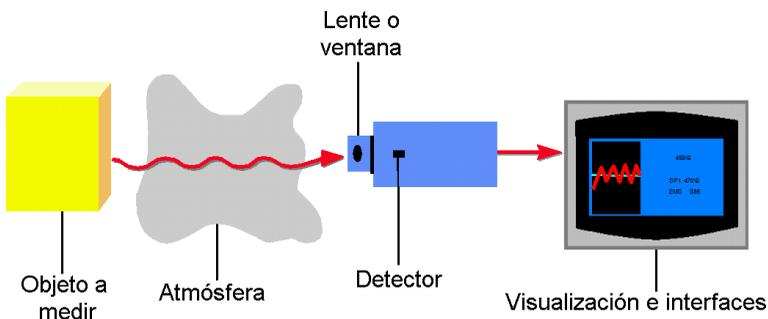
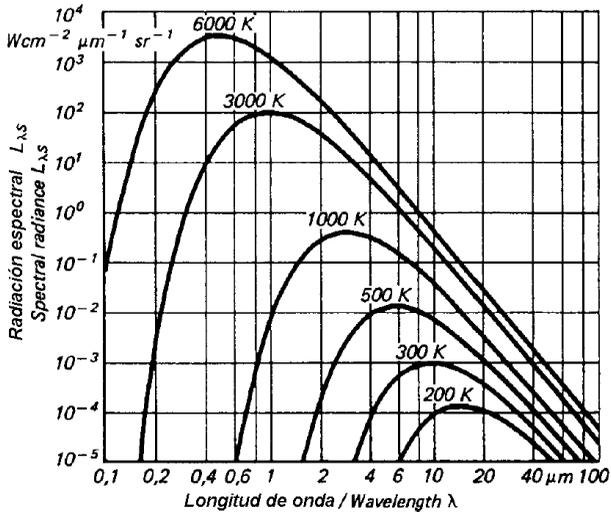

Fig. 1 Sistema de medición infrarrojo
Fig. 3 Característica de radiación de emisor negro en función de la temperatura según /3/.
Se puede comparar un termómetro infrarrojo con el ojo humano. La lente del ojo representa la lente a través de la cual la radiación (flujo de fotones) llega desde el objeto hasta la capa fotosensible (retina), a través de la atmósfera. Ahí se convierte en una señal que se envía al cerebro. La Fig. 1 muestra un sistema de medición infrarrojo.
La Fig. 3 muestra las condiciones típicas de radiación de un cuerpo a diferentes temperaturas. Como se puede ver, los cuerpos emiten todavía una pequeña parte de radiación visible. Esta es también la razón por la que podemos ver los objetos muy calientes (temperaturas superiores a 600 $^{\circ}\text{C}$) de color rojo a blanco incandescente. Los trabajadores metalúrgicos experimentados saben estimar con bastante precisión la temperatura a partir del color. A partir de 1930 se empezó a utilizar en la industria del acero y del hierro el clásico pirómetro de desaparición de filamento. Sin embargo, la parte invisible del espectro contiene hasta 100.000 veces más energía. Principio en el que se basa la tecnología de
medición infrarroja. La Fig. 3 muestra que, a medida que aumenta la temperatura del objeto, el punto máximo de radiación se desplaza hacia unas longitudes de onda cada vez más cortas, y que las curvas de un cuerpo no se solapan a diferentes temperaturas. La energía de radiación aumenta en toda la zona de longitud de onda (superficie debajo de cada curva) hasta la cuarta potencia de la temperatura. STEFAN y BOLTZMANN descubrieron estas relaciones en 1879, que permiten una determinación clara de la temperatura a partir de la señal de radiación, véase /1/, /3/, /4/ y /5/.
Cuando se observa la Fig. 3, el objetivo debería consistir en configurar el termómetro infrarrojo para una banda lo más ancha posible, a fin de obtener un máximo de energía (corresponde a la superficie por debajo de la curva) o señal del objeto a medir. Sin embargo, hay ciertos casos en que esto no siempre es una ventaja. En la Fig. 3 por ejemplo, aumenta la intensidad de radiación a $2 \mu\text{m}$, mucho más, cuando aumenta la temperatura, que a $10 \mu\text{m}$. Cuanto mayor es la diferencia de radiación por diferencia de temperatura, tanto mayor es la precisión con la que funciona el termómetro infrarrojo. De acuerdo con el desplazamiento del máximo de radiación hacia unas longitudes de onda más cortas con el aumento de la temperatura (ley de desplazamiento de Wien), el espectro de longitud de onda se orienta al espectro de temperatura del pirómetro. A bajas temperaturas, un termómetro infrarrojo que funciona a $2 \mu\text{m}$, reaccionaría como el ojo humano a temperaturas inferiores a 600°C ; no ve nada o casi nada, puesto que la energía de radiación es insuficiente. Otro motivo para disponer de aparatos para diferentes espectros de longitud de onda es la característica de
radiación de algunos materiales, los denominados emisores "no grises" (vidrio, metales y láminas sintéticas). La Fig. 3 muestra el caso ideal, el denominado emisor negro o cuerpo negro, (inglés: blackbody). Pero muchos cuerpos emiten menos radiación a temperaturas idénticas. La relación entre el valor emisor real y el del emisor negro se denomina grado de emisión ϵ (ípsilon) y puede tener un máximo de 1 (el cuerpo corresponde al cuerpo ideal del emisor negro) y un mínimo de 0. Los cuerpos cuya emisividad es inferior a 1, se denominan emisores grises. Los cuerpos cuya emisividad depende, además, de la temperatura y de la longitud de onda, se denominan emisores no grises. Asimismo, la suma de la emisión se compone de la absorción (A), la reflexión (R) y la transmisión (T) y es igual a uno. (véase la ecuación 1 y Fig. 1 y 4).